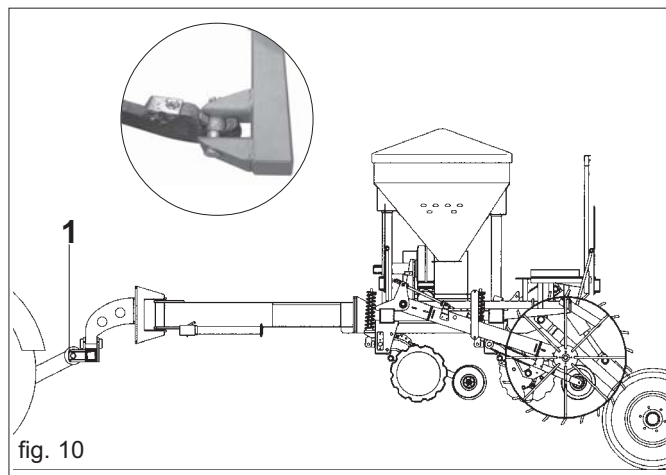

fig. 10
- 1) Prindeți barele ridicătorului de știfturile prestabilite (1 fig. 10). Blocați cu ajutorul unor șplinturi.
- 4) Desfaceți cârligul de prindere de la primul și al doilea punct (Fig. 10).